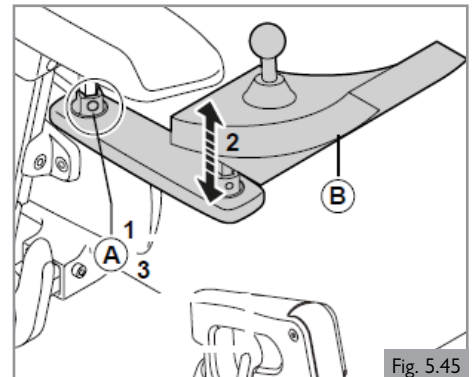
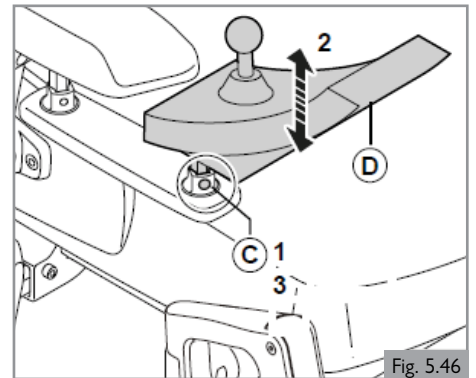

Fig. 5.45
Fig. 5.46
1. Afloje (A) una vuelta.
2. Ajuste (B) en la posición deseada.
3. Apriete (A). Consulte la sección 9 para obtener información sobre la torsión de ajuste específica.
Altura del mando de control (1) (Fig. 5.45)
Altura del mando de control (2) (Fig. 5.46)
1. Afloje (C) una vuelta.
2. Ajuste (D) en la posición deseada.
3. Apriete (C). Consulte la sección 9 para obtener información sobre la torsión de ajuste específica.